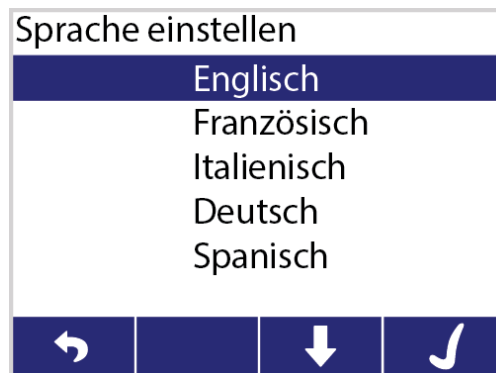

Abbildung 38: Menü für die Sprachenauswahl
3. Durch Drücken der Pfeil-Bildschirmstasten die gewünschte Sprache hervorheben und dann zum Einrichten des Sprachmodus die Häkchen-Bildschirmtaste drücken (Abbildung 38).